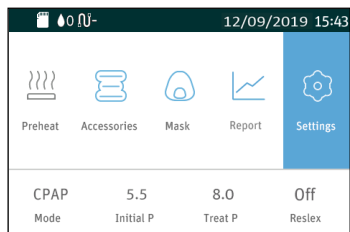
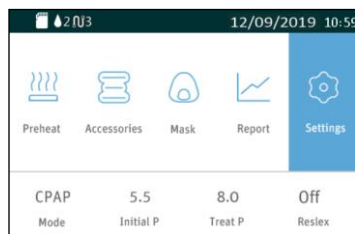
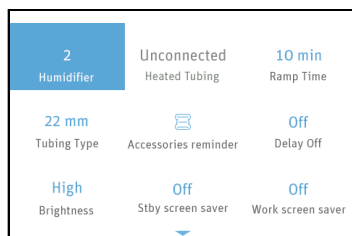

Fig. 16-1
Fig. 16-3
Fig. 16-4
(1) Porniți dispozitivul. Ecranul dispozitivului afișează Interfața principală prezentată în Fig. 16-1.
(1) Porniți dispozitivul. Ecranul dispozitivului afișează Ecranul principal prezentat în Fig. 16-1. Rotiți **butonul rotativ**  până când cursorul este pe pictograma , iar ecranul afișează Interfața de configurare inițială prezentată în Fig. 16-3. Apăsați **butonul rotativ**  și prima opțiune din Interfața de configurare inițială devine albastră, așa cum se arată în Fig. 16-4.